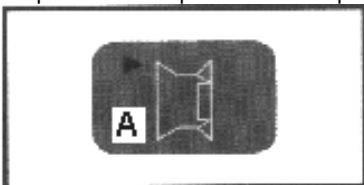

Рис. 08
3. Введите значение параметра "А", подведя измерительное устройство к верхнему краю обода и считав полученное значение. Используйте кнопки [Up] и [Down] для введения величины "А", которое отобразится на экране - "а". См. рис. 08.